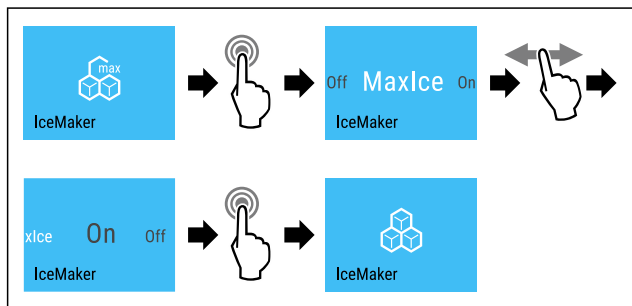

Fig. 19
- ▶ Ejecutar los pasos (consulte Fig. 19) .